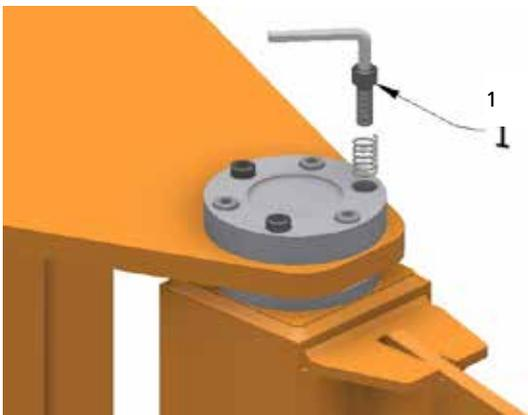

Abb.82
1. Die Leichtgängigkeit der Armrotation über die Stellschrauben 1 des Bremssystems einstellen, bis die gewünschte Schwenkempfindlichkeit erreicht ist (Abb. 82).